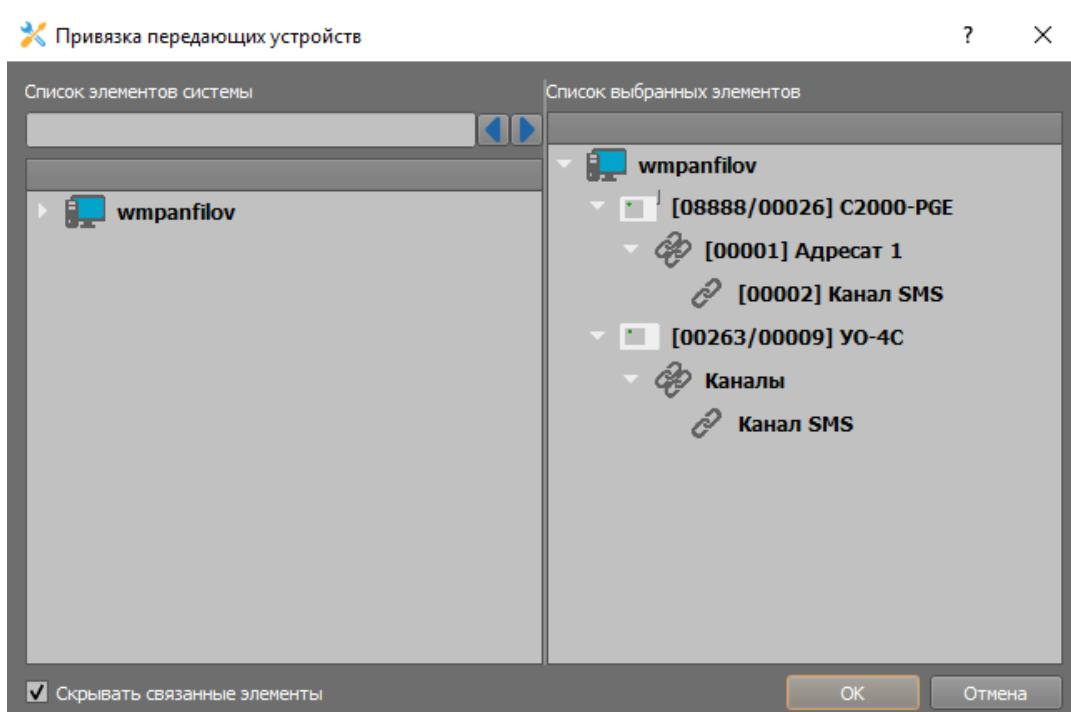

Рисунок 2-40. Мастер привязки каналов связи к GSM модему
4. В поле «Номер телефона» укажите номер телефона SIM-карты, установленной в GSM-модем (код страны – через «8» или «+7»). В поле «Время ожидания составных SMS (час)» поставьте рекомендуемое значение: 1 час (Рисунок 2-40).